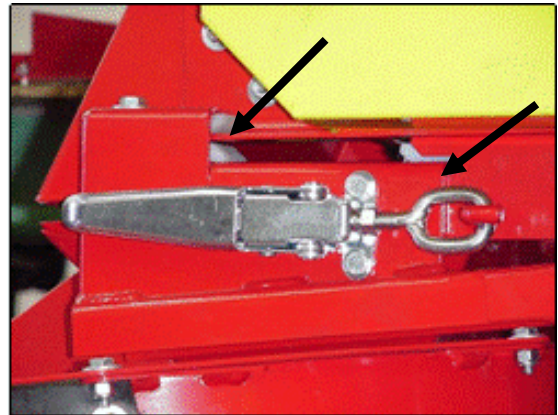

Figure 6 : Verrous de l'option double disque
5. Ajustez les verrous jusqu'à ce qu'ils résistent juste lors de la fermeture (voir Figure 6).